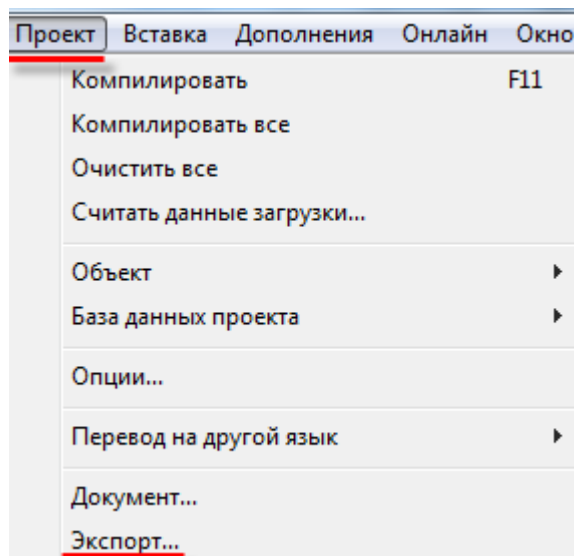

Рисунок 5.7.4 – Экспорт конфигурации из ПЛК
10. На вкладке **Параметры/Настройки параметров Modbus** нажмите кнопку **Импортировать**, выберите пункт **Загрузить из Codesys 2.3** и укажите путь к файлу формата **.exp**, который был создан в пп. 4 (см. рисунок 5.7.4.). В результате в OwenCloud будут автоматически добавлены параметры из конфигурации ПЛК: